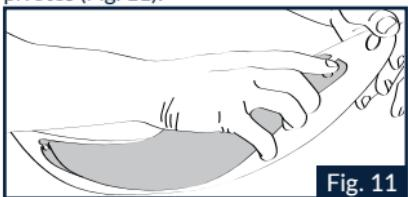

Fig. 11
3.2 Extienda la pantalla y desenganche la pantalla antivaho PINLOCK® de los pivotes (Fig. 11).